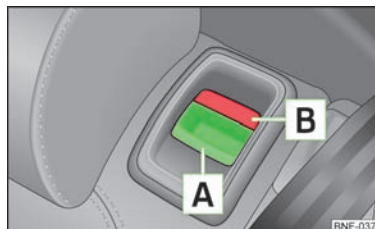

Fig. 36
- Frigør ryglænet ved at trykke på grebet **A** » Fig. 36, og klap det frem.
- Kontroller, at den røde markering **B** » Fig. 36 ikke længere er synlig.